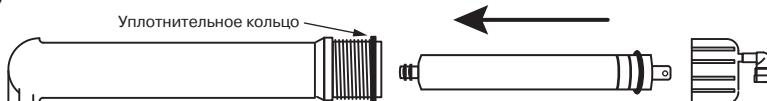

Рис. 14
- Закройте кран подачи воды (B).
- Откройте кран чистой воды (A).
- Отстыкуйте трубку (H) от крышки колбы мембранны (маркировка MEMBRANE на колбе).
- Установите новую мембрану в корпус, соблюдая направление установки: торец мембранны с резиновыми прокладками направлен в глубину колбы (**рис. 14**).